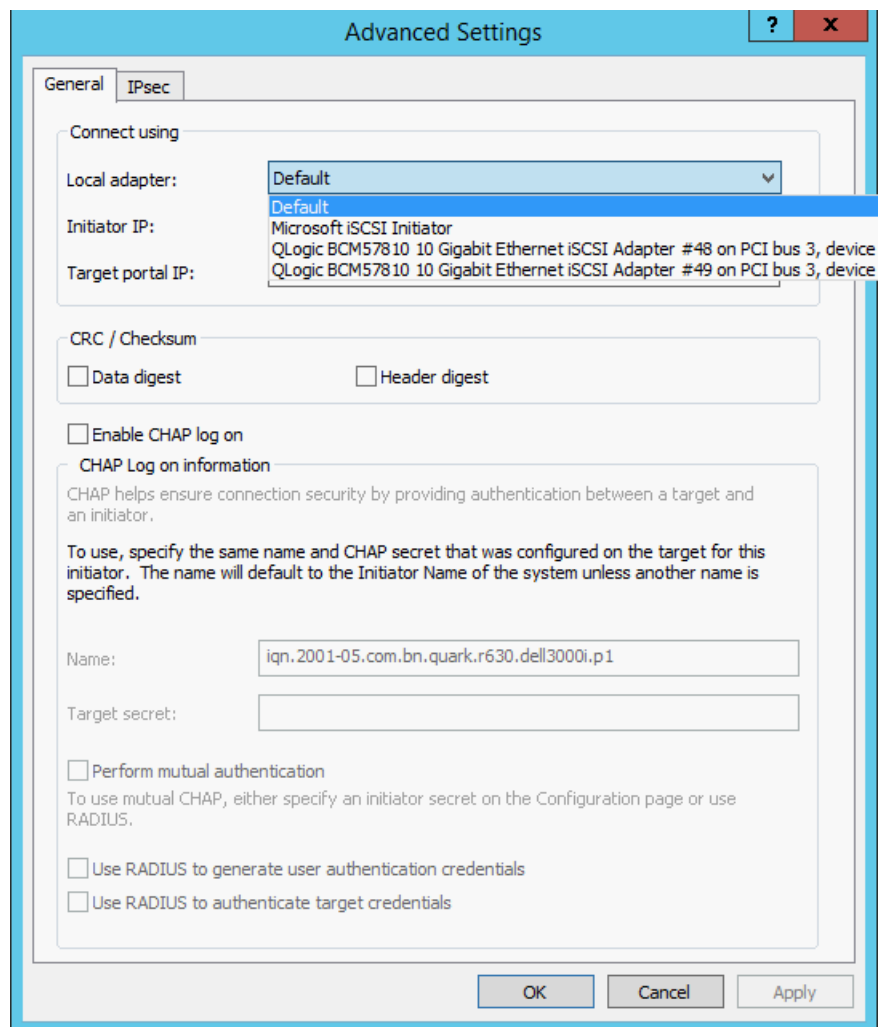

Figura 10-14. Configurações avançadas: Página geral, Adaptador local
11. Na caixa de diálogo Advanced Settings (Configurações avançadas), página General (Geral), selecione o adaptador iSCSI C-NIC QLogic BCM57xx e BCM57xxx como o **Local adapter** (Adaptador local) e, em seguida, clique em **OK**. A Figura 10-14 mostra um exemplo.